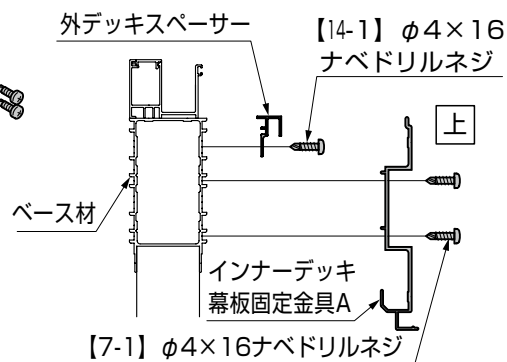

図2-4
- ①外デッキスペーサーを正面側と側面側それぞれのベース材に【14-1】で取付けてください。
- ②インナーデッキ幕板固定金具Aを図2-3、図2-4を参照してベース材に【7-1】で取付けてください。